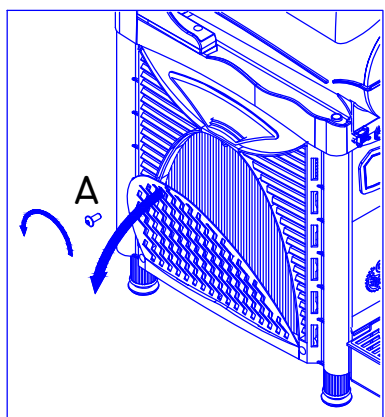

Fig. 26
Pour accéder au condensateur enlevez le panneau en acier qui se trouve à gauche de la machine, en dévissant le pivot (A). (Fig. 26)